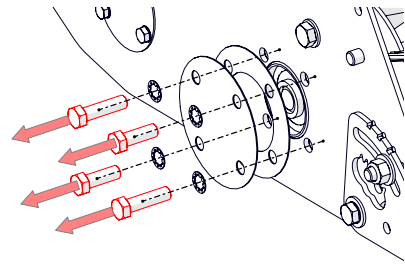
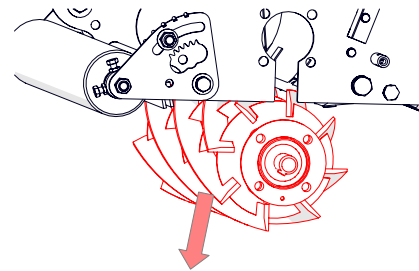

Fig. 18I - Retirar los pernos de fijación del cilindro del lado derecho.
Fig. 18J - Retirar el cilindro de la máquina.
10. Retire los 4 pernos hexagonales M12 (Fig. 18I) que fijan el cilindro en el lado derecho. Baje con cuidado el cilindro, alejándolo de la máquina (Fig. 18J)